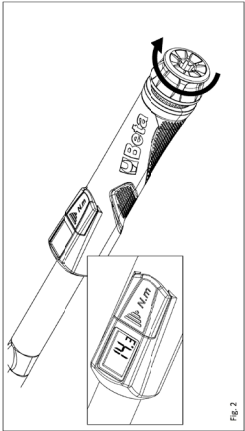

Fig. 2
- Ruotare il pomolo in senso orario fino all'accensione del display (fig. 2).
- Turn the knob clockwise to switch on the display (fig. 2).